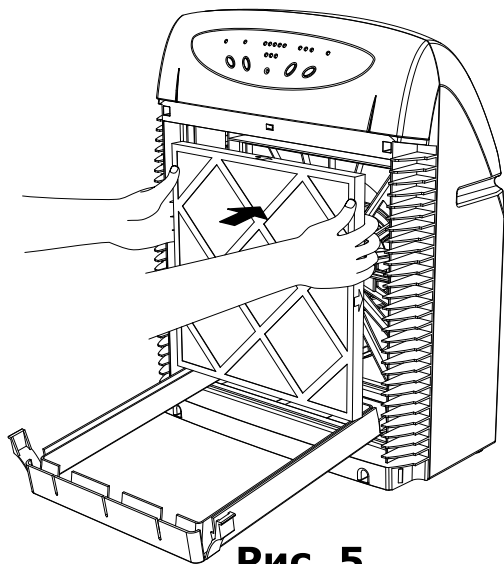

Рис. 5
7. Установите выходной фильтр обратно в прибор. При этом стрелки на боковой поверхности фильтра должны быть направлены внутрь прибора к воздушной турбине (рис.5).